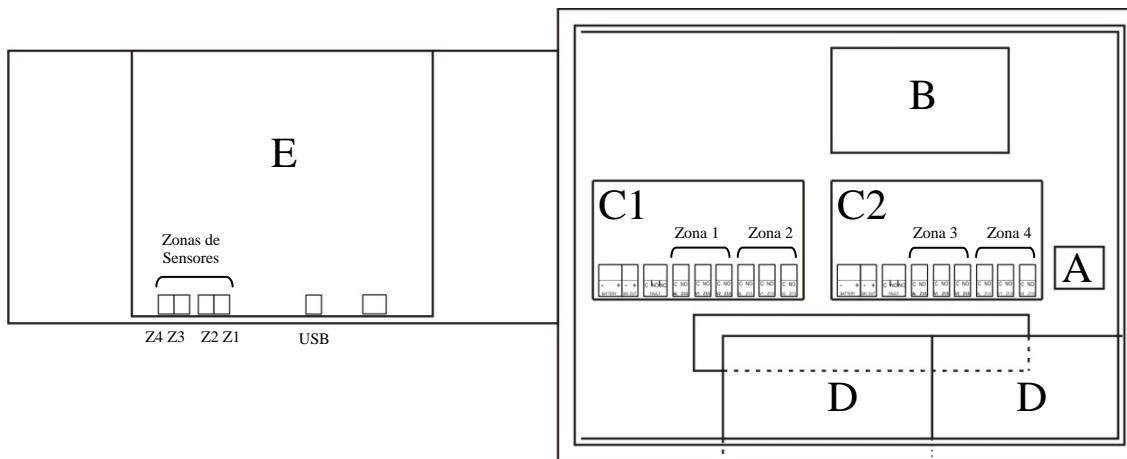
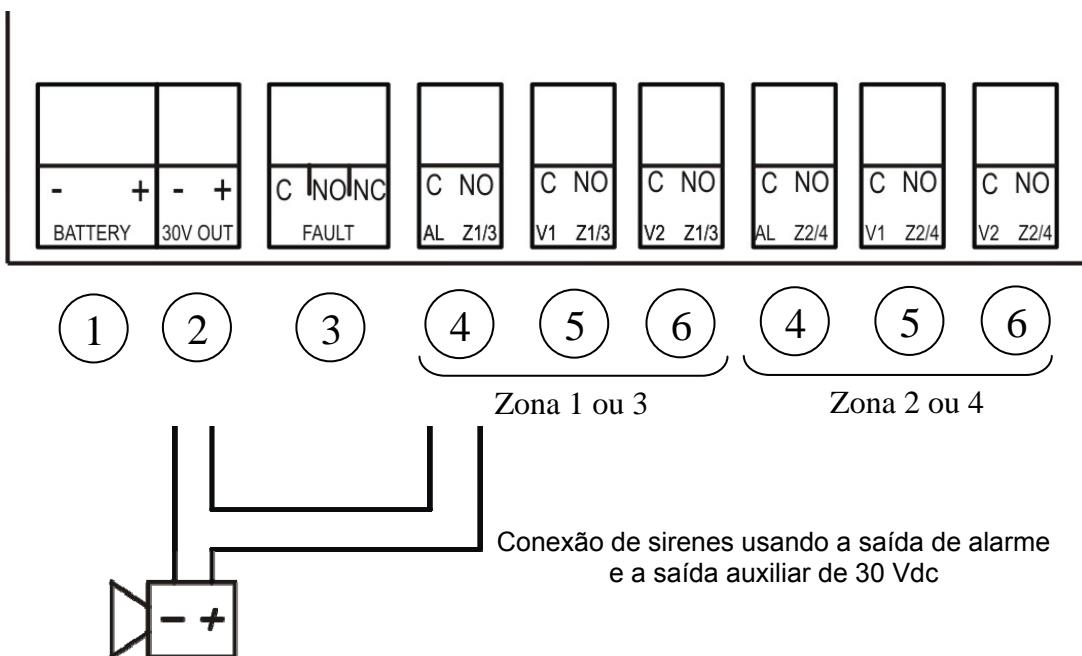

Figura 5: Disposição de elementos na central
Figura 7: Saídas da placa de fonte
Círculo com as regretas de conexão de baterias, ventilações, alarmas, etc, para 1 ou 2 zonas. Nas centrais de 1 ou 2 zonas, é situado na parte inferior do cofre na zona central esquerda (C1 na figura 5). Nas centrais de 3 ou 4 zonas, tem uma segunda placa de fonte situada na zona central direita (C2 na figura 5). A placa de fonte esquerda C1 fica conectada com a fonte comutada. Adicionalmente, se a central dispõe de 2 placas de fonte (C1 e C2), estas também ficam conectadas entre si.
A alimentação da central realiza-se através da regreta A da figura 5 com uma tensão de 110~230V ± 10% 50 – 60 Hz. A conexão deve ser feita por 3 fios de secção mínima de 1,5 mm² sendo obrigatória a conexão do cabo a terra ao borne de alimentação da central. O fio da linha passa por um fusível. O consumo máximo numa central é de 70 W. A conexão vai ser feita de acordo com a etiqueta situada na parte inferior do cofre.
No caso de modelos DVB, essa regreta vai ser conectada com as baterias. Só fica ativa na placa C1 (Ver figura 5).
Saída auxiliar de 30 Vdc com capacidade máxima de 1 A. Permite alimentação de dispositivos como por exemplo sirenes (ver figura 7). Esta saída fica protegida por um fusível auto-rearmável e realiza supervisão de tensão, consumo e linha cruzada. Só fica ativa na placa C1 (Ver figura 5).
Saída de contato seco não supervisada de avaria com capacidade de 1 A (30 Vdc – 230 Vac). Só fica ativa na placa C1 (Ver figura 5). Será acionado sempre que ocorra uma avaria no sistema ou não tenha alimentação (o contato Comum-Normalmente aberto (NO) do relé fica curto-circuitado indicando AVARIA). Só fica desativado quando não há nenhuma avaria no sistema e a central é alimentada (o contato Comum-Normalmente aberto (NO) do relé é electricamente aberto).
Saída de contato seco com contato comum (C)-Normalmente aberto (NO) com capacidade de 1 A (30 Vdc – 230 Vac). Corresponde com a saída de alarme da zona 1, 2, 3 ou 4 dependendo da posição na placa, e da placa no cofre (ver figura 5).
Saída de contato seco com contato comum (C)-Normalmente aberto (NO) com capacidade de 1 A (30 Vdc – 230 Vac). Corresponde com a saída de ventilação 1 da zona 1, 2, 3 ou 4 dependendo da posição na placa, e da placa no cofre (ver figura 5).
Saída de contato seco com contato comum (C)-Normalmente aberto (NO), com capacidade de 1 A (30 Vdc – 230 Vac). Corresponde com a saída de ventilação 2 da zona 1, 2, 3 ou 4 dependendo da posição na placa, e da placa no cofre (ver figura 5).